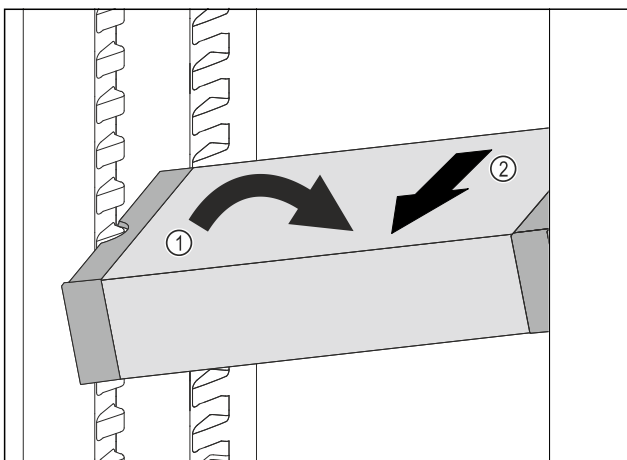

Fig. 87
- ▶ VarioSafe im Kühlteil schräg stellen. Fig. 87 (1)
- ▶ VarioSafe nach vorne entnehmen. Fig. 87 (2)